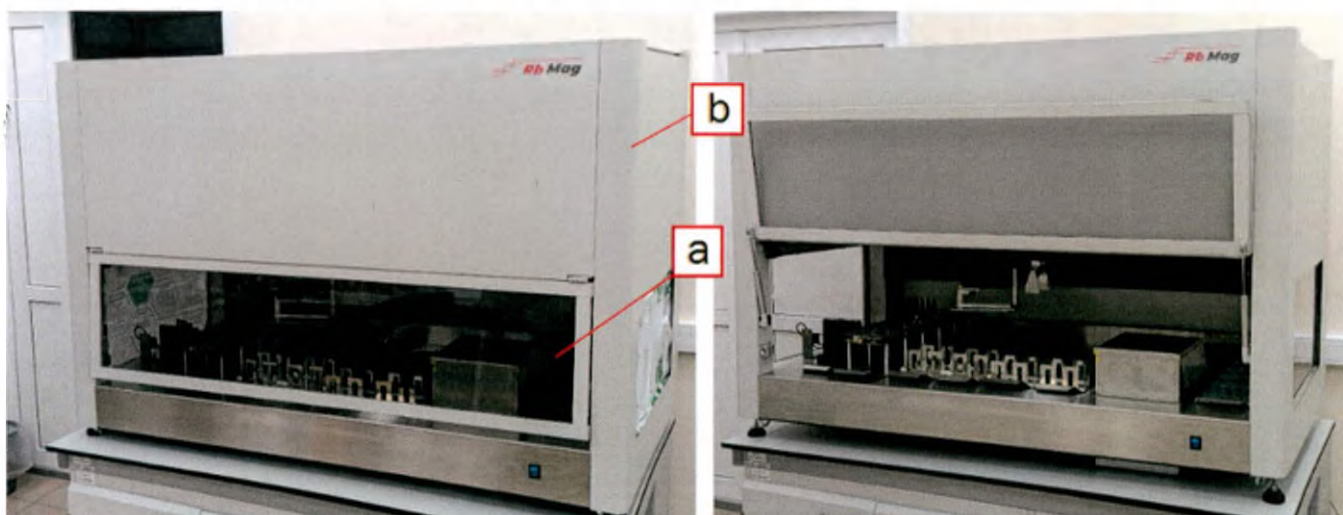

Рис. 19. Общий вид комплекса: слева – с закрытым экраном, справа – с открытым экраном. Обозначение компонентов: а – экран; b – стенка кожуха.
5.6.1. Кожух защищает рабочую область от влияния окружающей среды, снижает риск контаминации, увеличивает безопасность персонала при работе (Рис. 19). С фронтальной стороны кожух оборудован подъемным экраном. В поднятом состоянии экран обеспечивает доступ к элементам рабочей поверхности комплекса.